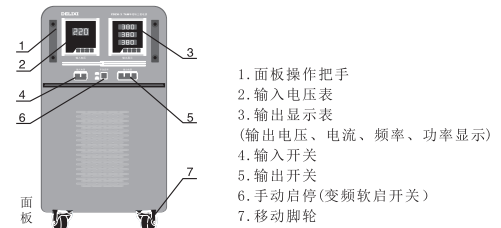
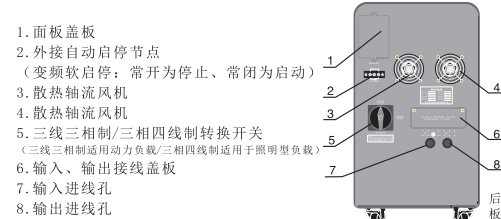

图1：CDZH-系列 单相转三相电源面板外形图
图2：CDZH-系列 单相转三相电源后板外形图
3.1 CDZH-2.2kW~11kW单相转三相电源外形图1、图2。